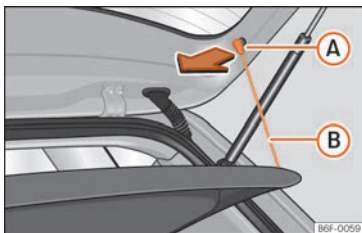

Abb. 115 Im Gepäckraum: Gepäckraumabdeckung aus- und einbauen.
- Hängen Sie die Haltebänder »» Abb. 115 (B) aus den Aufnahmen (A) aus.
- Hängen Sie die Haltebänder »» Abb. 115 (B) an der Heckklappe ein.